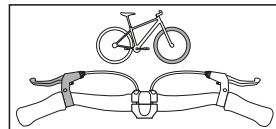

Fig. 1: Asignación de las palancas de freno
- ↳ Familiarícese con el freno al que corresponde cada palanca. La palanca derecha del freno acciona el freno trasero y la palanca izquierda, el freno delantero (véase Fig. 1).